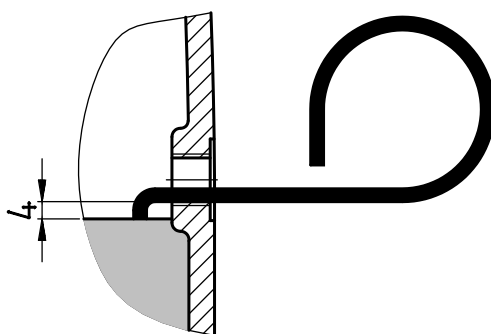

Figura 32: controllo del livello dell'olio con l'asticella di misura
2. Controllare il livello dell'olio nel riduttore con l'asticella di misurazione in dotazione (cod. 28300500), come mostrato in Figura 32. Durante questa operazione è necessario mantenere in posizione verticale la porzione di asticella immersa nell'olio. Il livello massimo corrisponde al bordo inferiore del foro di livello dell'olio. Il livello minimo si trova circa 4 mm al di sotto del bordo inferiore del foro di livello dell'olio. In questo caso l'asticella si immerge appena nell'olio.